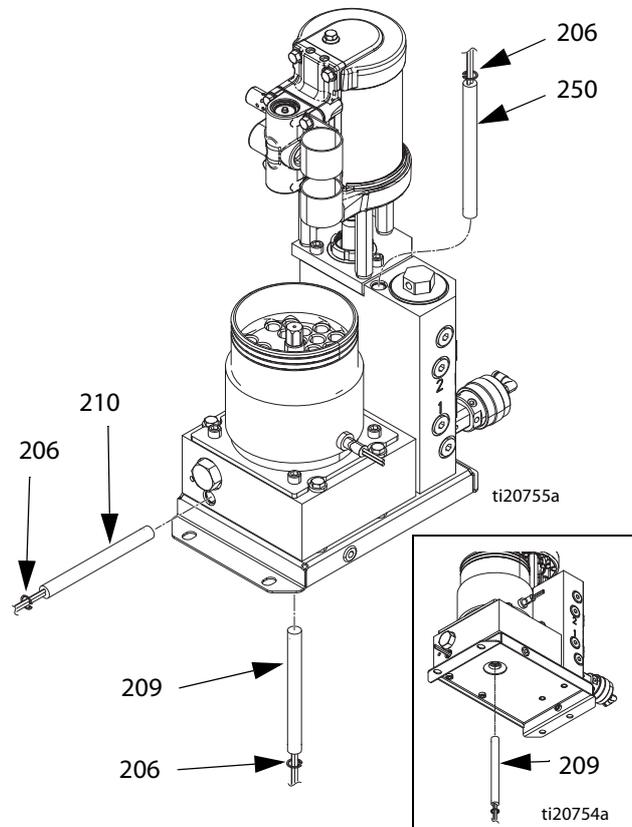

Рис. 39
Разборка (см. Рис. 39).
Повторная сборка (см. Рис. 39).
2. Установите нагревательный стержень. Затем установите стопорное кольцо (206) нагревательного стержня. См. Рис. 39.